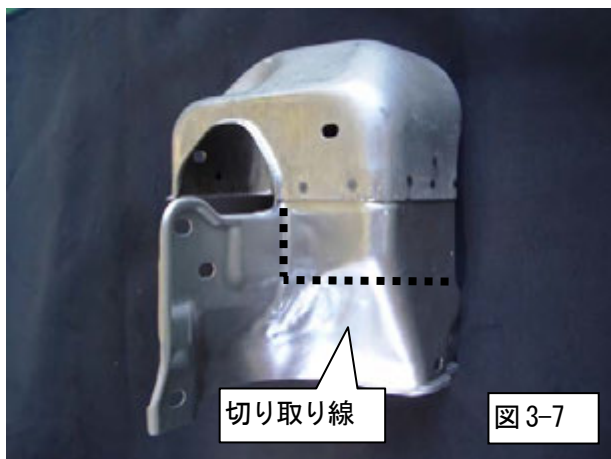

図 3-7
(12) ヒートインシュレーターを图中的切取り線及び指示に従って加工して取付けてください。(図 3-7~図 3-10) 図示は弊社サポートパイプ (14011-AF001) 及びフロントパイプ (33005-AF016or33006-BF003 海外専用品) を併用した場合の加工例となります。図示以外に加工が必要な場合は必要に応じてヒートインシュレーターの加工をして取付けてください。